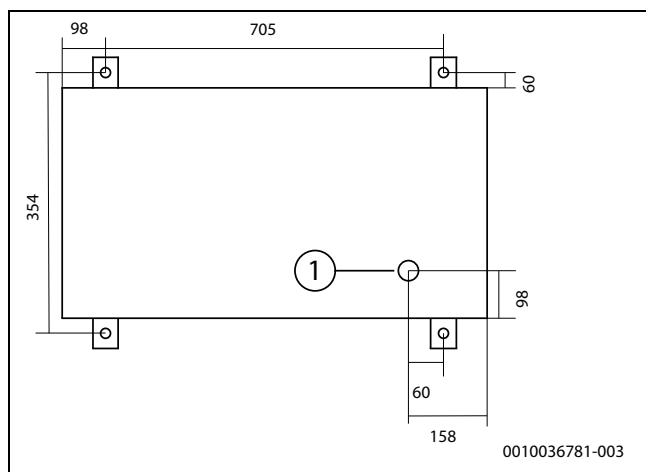

Fig. 6 Plaque inférieure de l'unité extérieure (mm)
- 1) Vérifier le (1) représenté sur la →Fig. 6